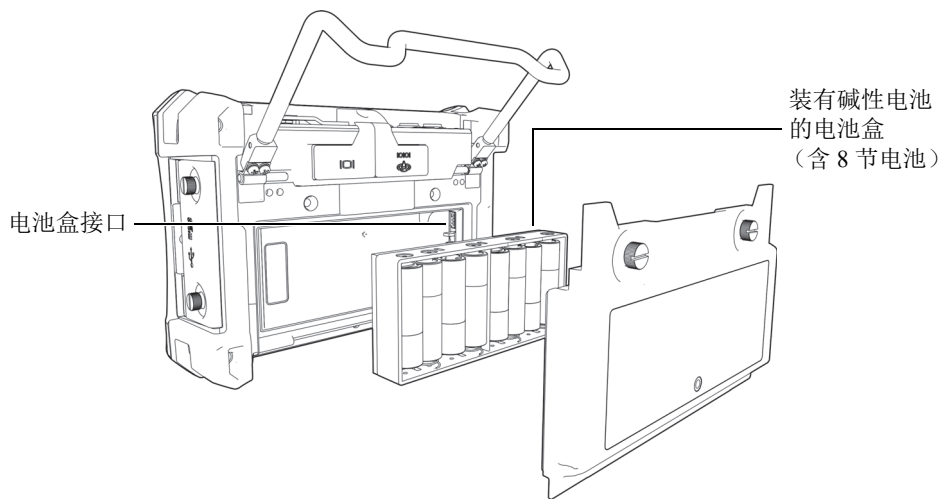

图 1-12 碱性电池盒
6. 将碱性电池盒放置于电池舱中（参见第 35 页的图 1-12）。